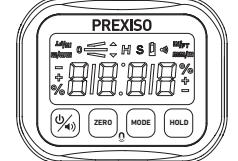

Abbildung 1
a. Schalten Sie das Gerät aus. Stellen Sie das Gerät auf eine glatte und ebene Unterlage. (Abbildung 1)